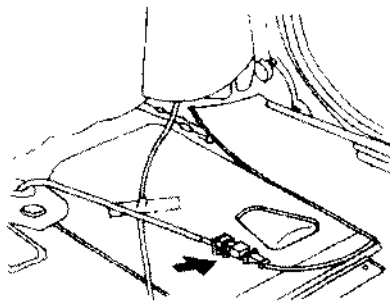

图 7.48 拆开后轮速度传感器的线束连接器
① 翻起汽车后坐垫, 拆开后轮速度传感器的线束连接器, 如图 7.48 所示。